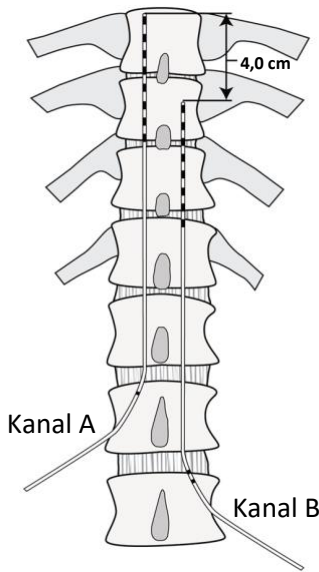

Abbildung 14
2. Implantieren Sie das zweite Produkt parallel zum ersten (siehe Abbildung 14).